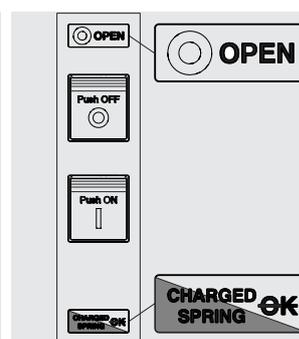

Figura 36
- Interruttore aperto con molle cariche e non pronto alla chiusura (vedi Figura 36). Questa stato si verifica nei seguenti casi: